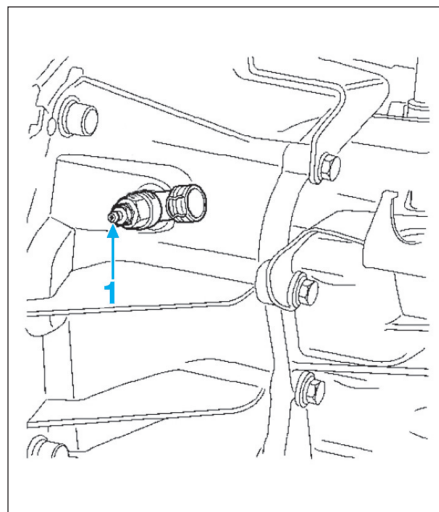

Fig. 8
- Ouvrir la vis de purge (1) (Fig.8).
- Fermer la vis de purge (1).